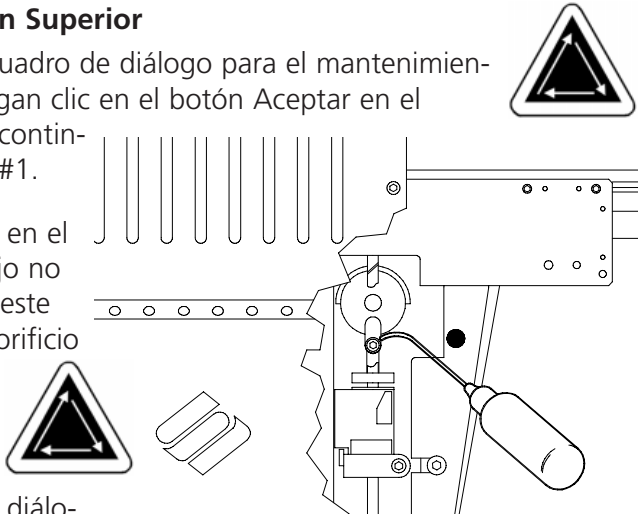

Figura 5-5
2. La figura 5-5 muestra el orificio de lubricación en el interior de la máquina (la placa con el punto rojo no se ve en esta imagen). Para conseguir acceso a este orificio, introduzcan el lubricador a través del orificio como mostrado. Si es necesario, utilicen una linterna. Repitan el procedimiento para cada cabeza.